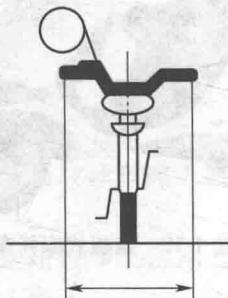

图 1-19 摩托车的宽
(3)宽: 平行于纵向中心平面 Y 且分别与车辆两侧(后视镜除外)相接触的两平面间的距离, 如图 1-19 单位为 mm。